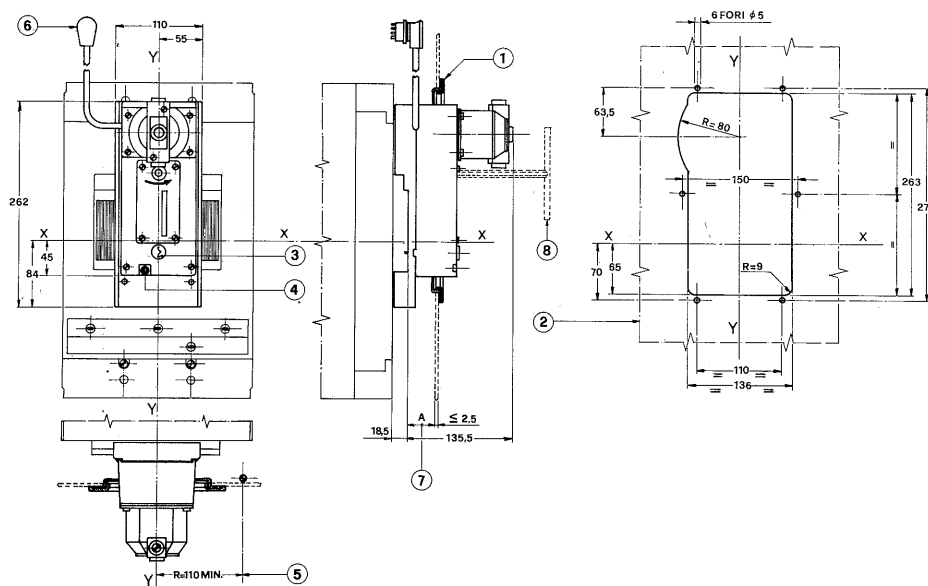

Fig. 32
- a) smontare il coperchio dell'interruttore (§ 5.2./b) e sostituire la maniglia originale con una più corta (1)
- b) rimontare il coperchio e infilare nell'apposito foro il pistoncino di sgancio (3)
- c) montare sul coperchio dell'interruttore la piastra di riduzione (5) servendosi delle viti con rosette elastiche (6)
- d) installare l'interruttore; nel caso di montaggio in cofano o in quadro curare che la distanza tra la superficie interna della portella e l'interruttore sia esattamente quella indicata in fig. 32
- e) applicare il comando a motore sull'interruttore tramite le viti con rosette elastiche (7)
- g) collegare la spina-presa (8) ai circuiti di comando seguendo lo schema riportato al § 11 figura, ed eseguire alcune manovre elettriche di chiusura e apertura (§ 9.9.1./a), b) per verificare che tutte le manovre avvengano rapidamente e senza sforzi.
**Attenzione :** Qualora si tratti semplicemente di sostituire il comando con un altro (cambio di tensione, guasto ecc.) basta svitare le viti (7) e separare il comando esistente dalla piastrina di riduzione (5) e montare quindi il nuovo, operando in senso inverso. Effettuare poi le verifiche di cui ai punti f - g.
- a) remove the breaker cover (§ 5.2./b) and replace the standard handle with the shorter one (1)
- b) refit the breaker cover and introduce the tripping pin (3) into proper hole
- c) secure the plate (5) on the breaker cover with screws and split washers (6)
- d) install the breaker : for panel or enclosure mounting take care that clearance between the breaker cover and the door is that shown on fig. 32
- e) secure the motor control to the breaker with screws and split washers (7)
- g) connect the plug and socket (8) to the control circuits following the diagram shown on § 11 figure and carry out some motor opening and closing operations (see § 9.9.1./a), b) to make sure of correct performance.
**Caution :** When a mere replacement of the motor operating mechanism is requested (due to change of supply voltage, fault etc) it is sufficient to screw out screws (7), to remove the motor from plate (5) and to mount the new motor by reversing operations. Then check to points f) and g) above.